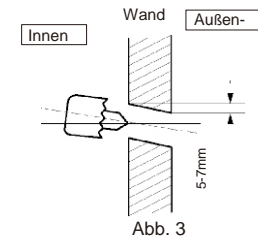

Abb. 3
3. Bohren Sie das Leitungsloch entweder rechts oder links. Das Loch sollte zur Außenseite hin leicht geneigt sein, so dass die Außenseite niedriger als die Innenseite liegt, siehe Abb. 3.